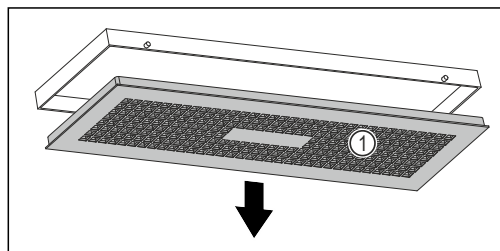

Fig. 161
- Tourner lentement le boîtier à eau vers le bas en maintenant le couvercle Fig. 161 (1).
- Retirer le couvercle Fig. 161 (1).